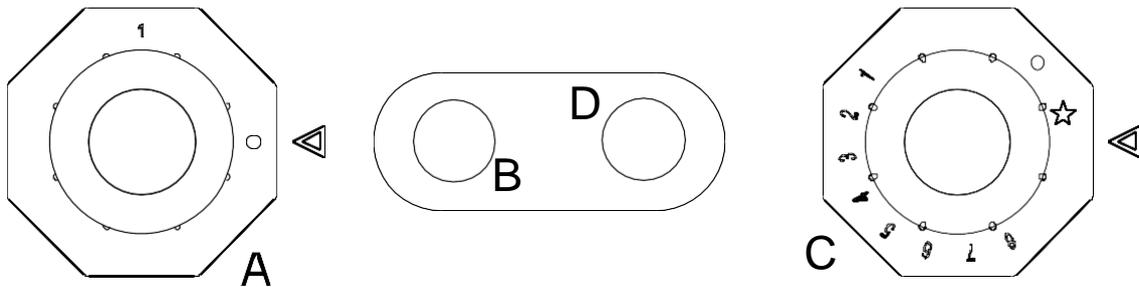

Fig. 1 A INTERRUPTOR GENERAL
- Girar el mando del interruptor general A (Fig.1), en sentido antihorario hasta la posición (1) Se encenderá el piloto de color verde B.